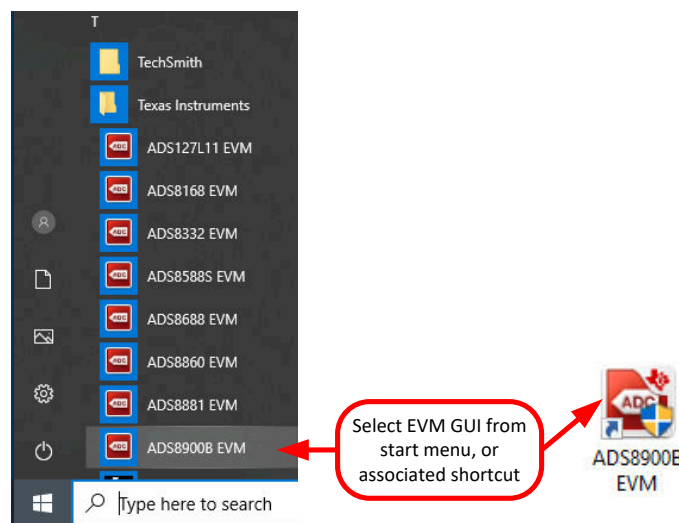

图 6-2. 启动 EVM GUI 软件
3. 按照图 6-2 所示启动软件 GUI。您会注意到，当 FPGA 固件加载到 PHI 上时，LED 缓慢闪烁。此过程需要几秒钟时间，然后 AVDD 和 DVDD 电源将接通。